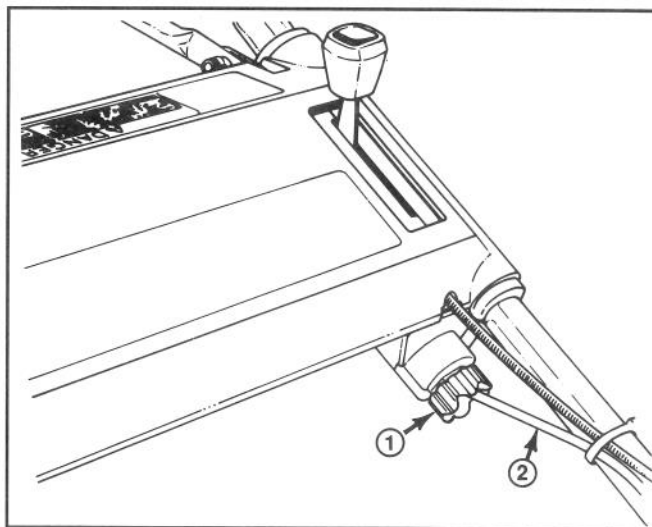

Abbildung 20
2. Den Einstellknopf links unten vom Steuerkasten um eine halbe Umdrehung im Uhrzeigersinn drehen (Abb. 20), um den Antriebsriemen zu spannen, oder um eine halbe Umdrehung gegen den Uhrzeigersinn, um ihn zu lockern. Dabei sollten Sie das Kabel halten, damit es sich nicht mitdrehen kann.